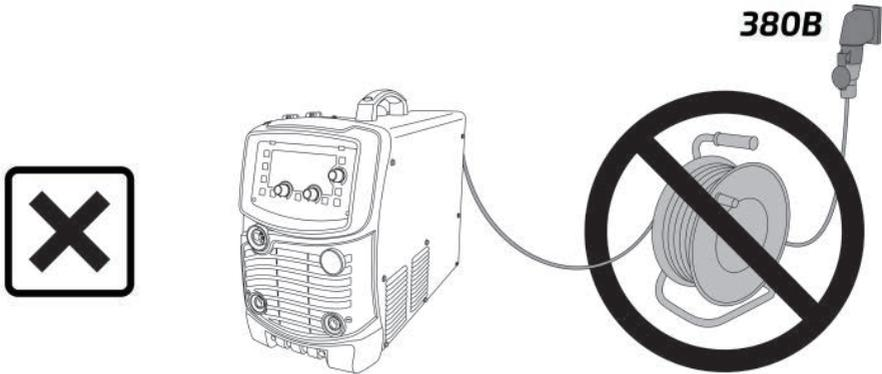

Рис. 7.2.3. Схема неправильного подключения и удлинения кабелей аппарата.
**Данный вид подключения (рис. 7.2.3) приводит к выходу аппарата из строя!**